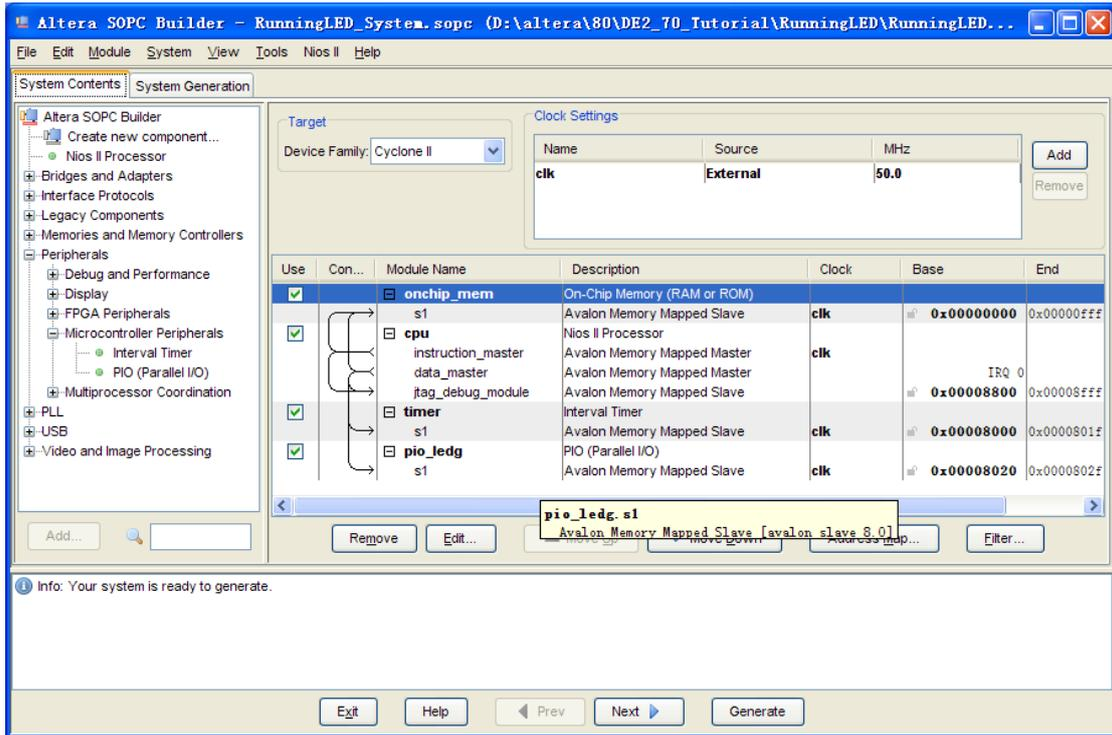

图 7-6 完成的 SOPC 工程
- 完成 SOPC 工程设计,为了方便将 PIO 的名称改为 pio_ledg。在 pio 上点击右键 -> rename, 将名称改为 pio_ledg。如图 7-6。